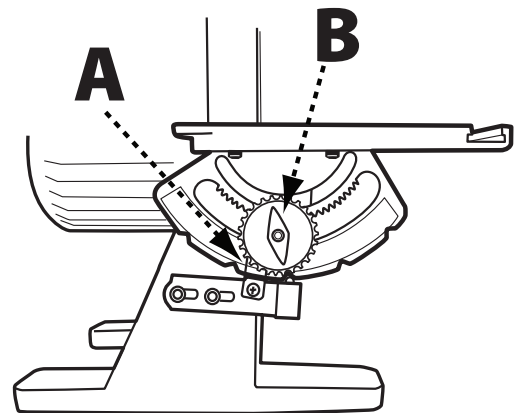

FIGURE 13
- En vous aidant de la Figure 13, assurez-vous que l'indicateur d'inclinaison de la table (A) est positionné sur 0 °.
- Relâchez le papillon de serrage de la table (B).